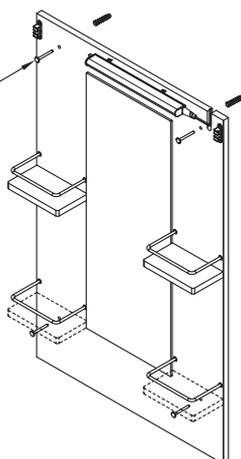

图5
7) 如图5所示, 将化妆镜放在洗脸盆上边缘, 依次将墙固定螺钉拧入膨胀管内。